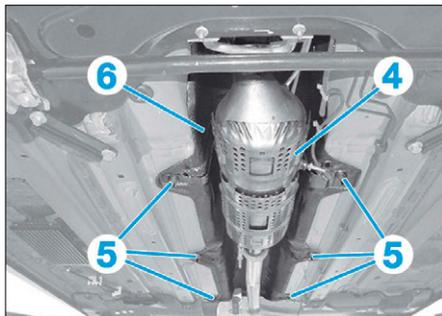

FIG. 7
- le catalyseur (4) (Fig.7),
- les écrous de fixation (5) de l'écran thermique (6) puis le retirer.